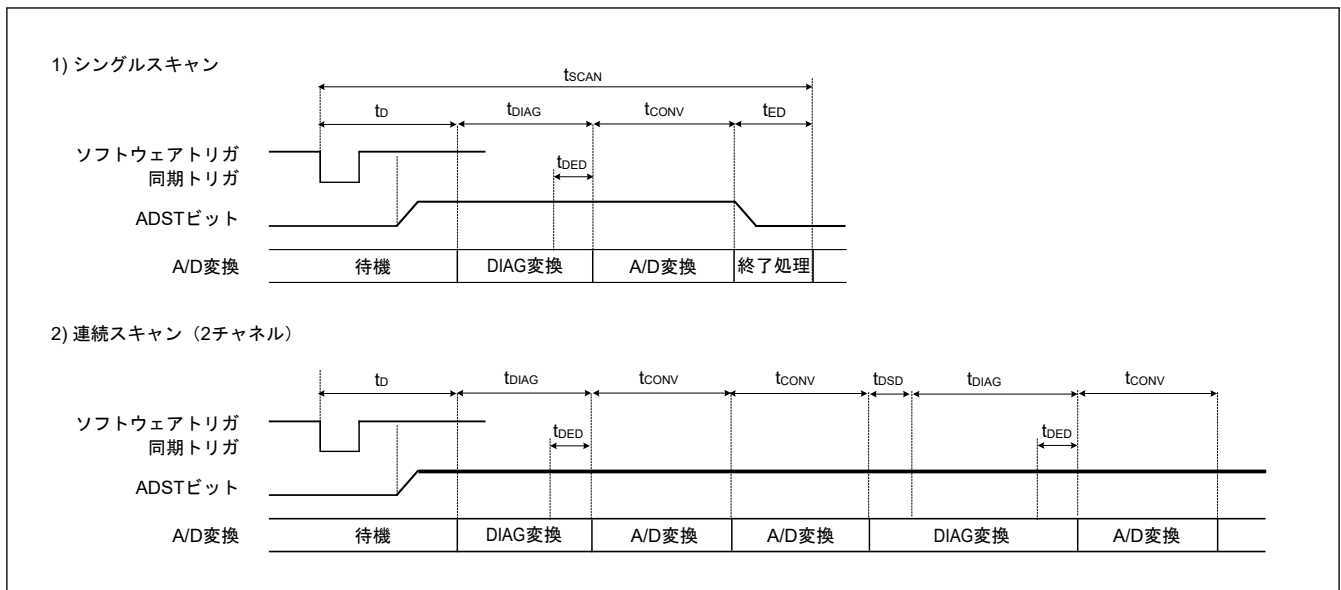
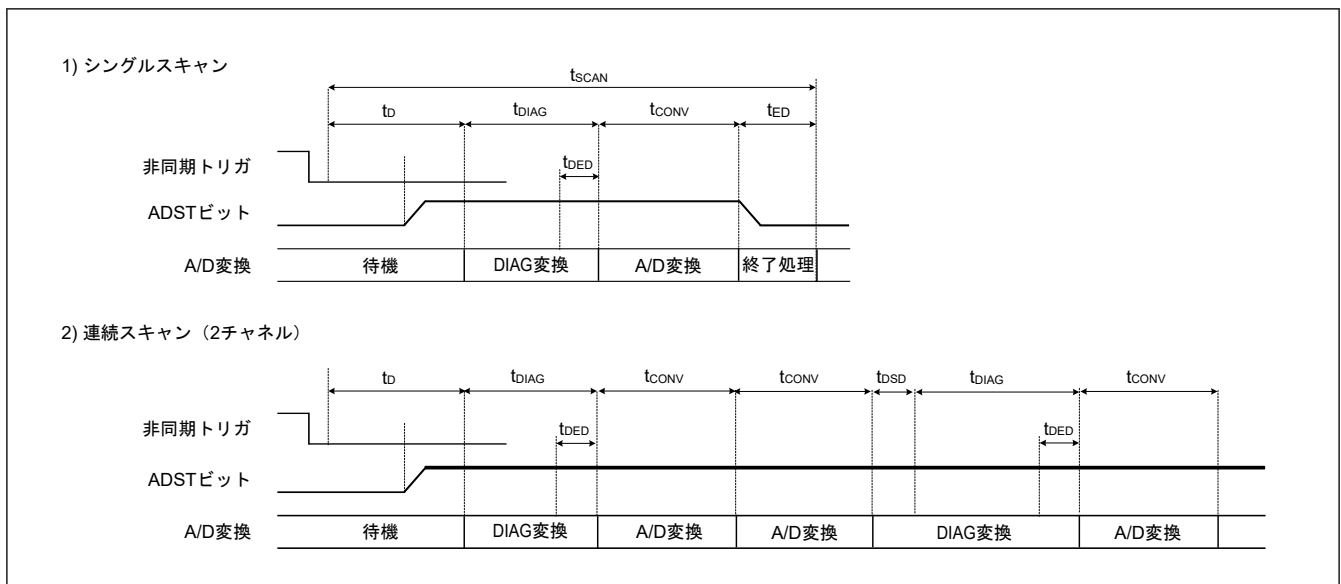

図 30.25 スキャン変換のタイミング (ソフトウェア起動または同期トリガ入力 (ELC) 起動の場合)
図 30.26 スキャン変換のタイミング (非同期トリガ入力 (ADTRG0) 起動の場合)
図 30.25 に、ソフトウェアトリガまたは同期トリガ (ELC) 起動によりスキャン変換を行う場合のタイミングを示します。また、図 30.26 に、非同期トリガ (ADTRG0) 起動によるスキャン変換を行う場合のタイミングを示します。スキャン変換時間 (t_{SCAN}) は、スキャン変換開始遅延時間 (t_D)、断線検出アシスト処理時間 (t_{DIS})^(注1)、自己診断 A/D 変換処理時間 (t_{DIAG} および t_{DSD})^(注2)、A/D 変換処理時間 (t_{CONV})、スキャン変換終了遅延時間 (t_{ED}) を含めた時間となります。
- 注 1. t_D、t_{DIAG}、t_{CONV}、および t_{ED} の各タイミングについては、図 30.25 および 図 30.26 を参照してください。